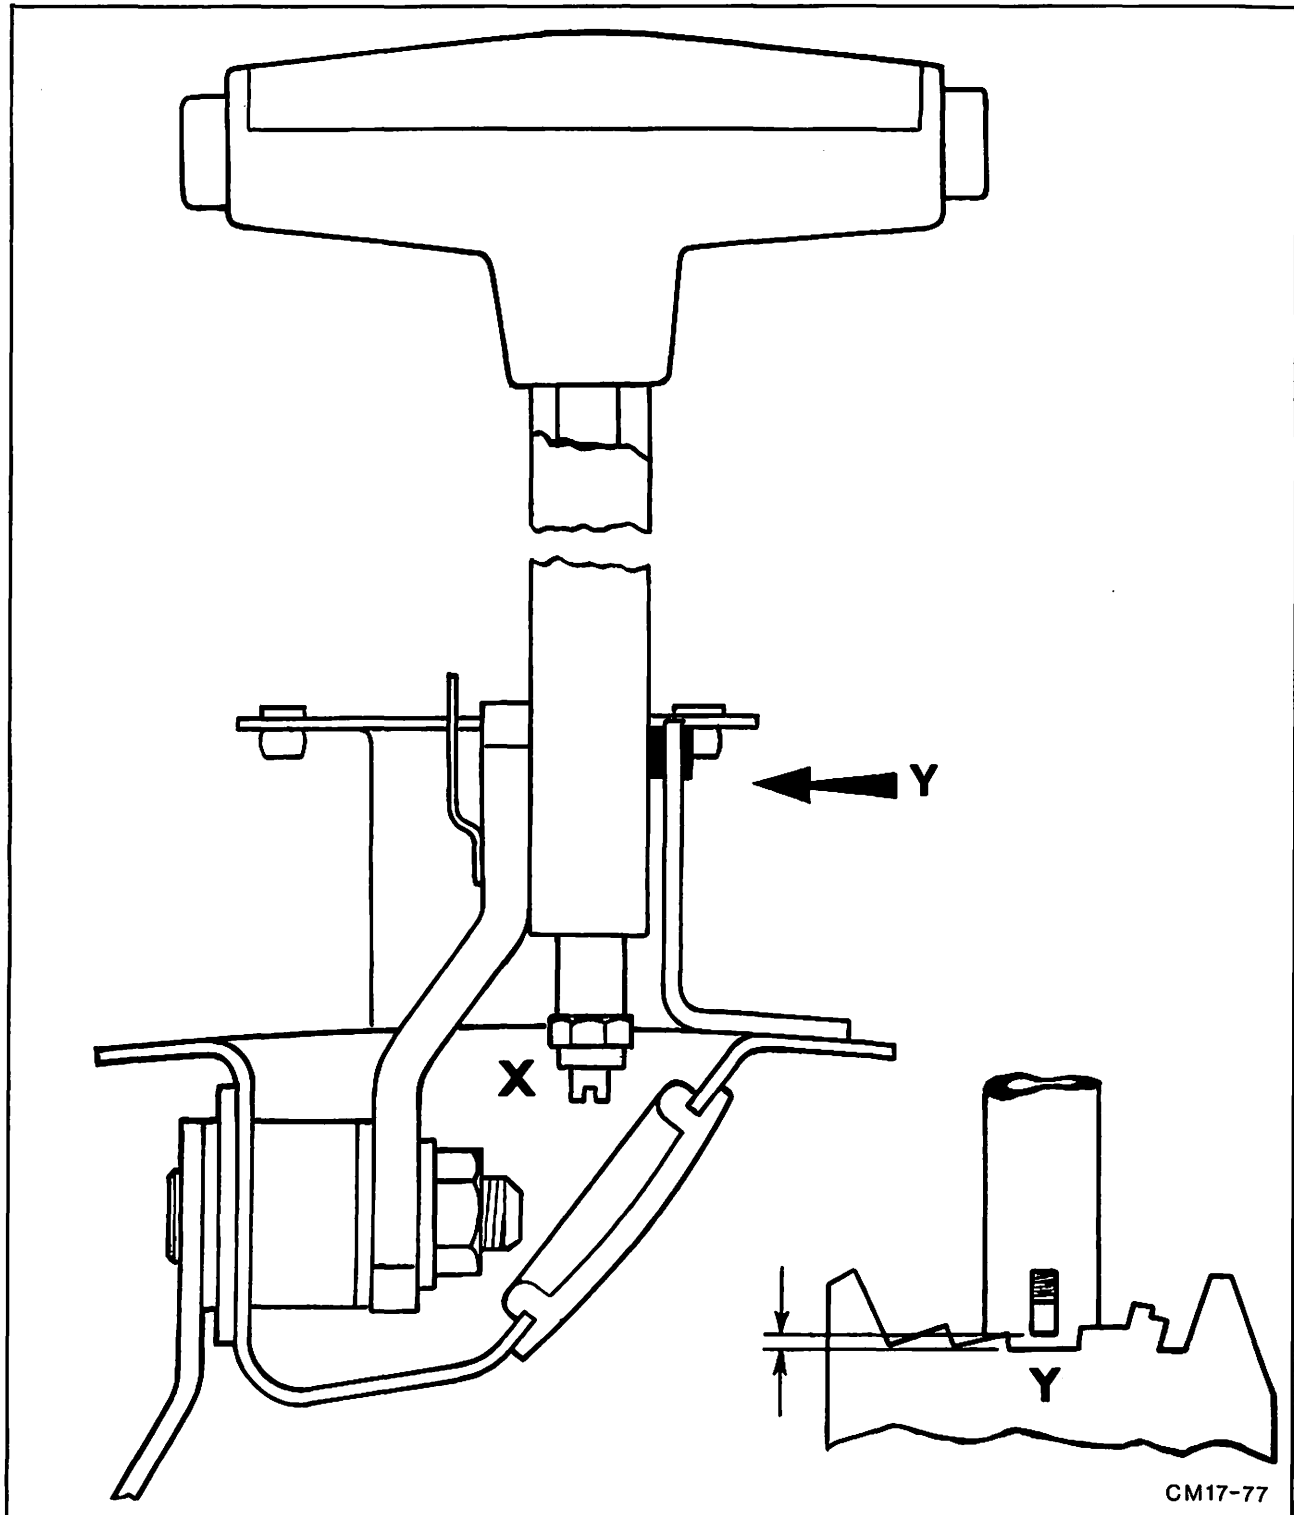

Abb. 127 Einstellen des Wählsperrzuges am Punkt „X“, um das bei Punkt „Y“ gezeigte Spiel zu erreichen
3. Betätigungszug an der Bundmutter mit Hilfe einer Fühlerlehre auf das vorgeschriebene Spiel (0,10 ... 0,20 mm) zwischen Sperrzapfen und Raste (im Wählhebelgehäuse) einstellen. Abb. 127.